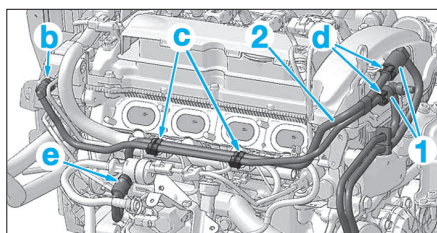

Fig. 28
- Décliper les raccords d'alimentation carburant en "d" (Fig.28).